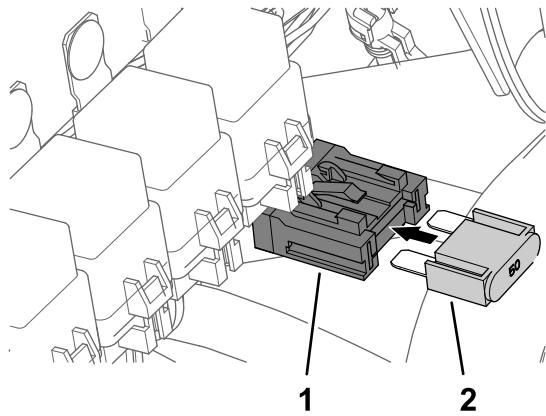

Рисунок 192
7. Вставьте предохранитель (50 А) во встроенный блок предохранителей до полной посадки предохранителя (Рисунок 192).